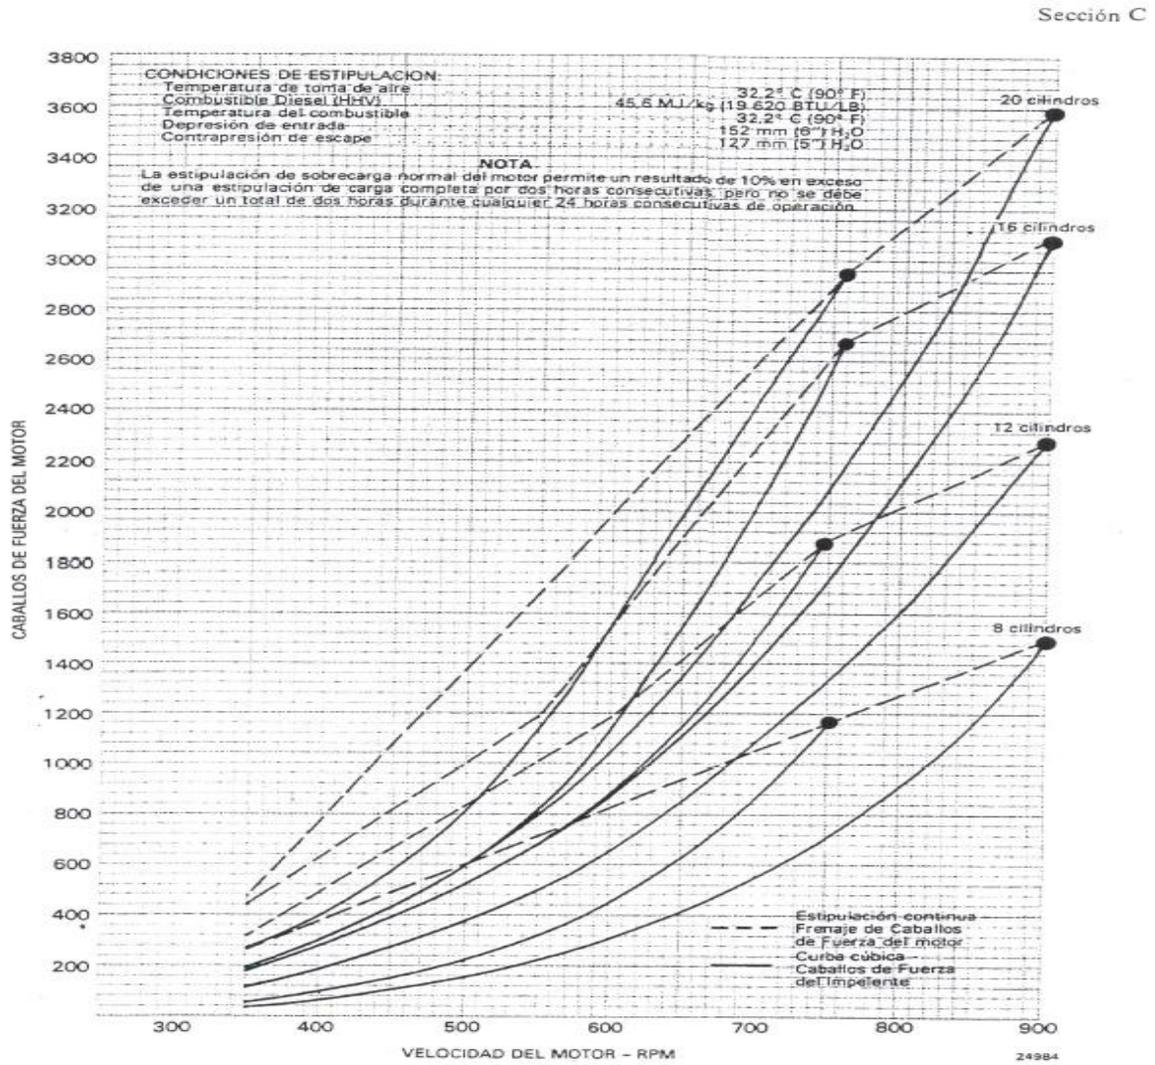

Fig.C-2 – Gráfica de HP y las RPM del motor
4. Vea la Fig. C-2 para datos del enfrenamiento y caballos de fuerza del impelente en relación a las RPM del motor. Vea las figuras de la Fig. C-3 hasta la Fig. C-6 para los datos sobre los caballos de fuerza en relación con la posición de la cremallera del regulador a una RPM específica.